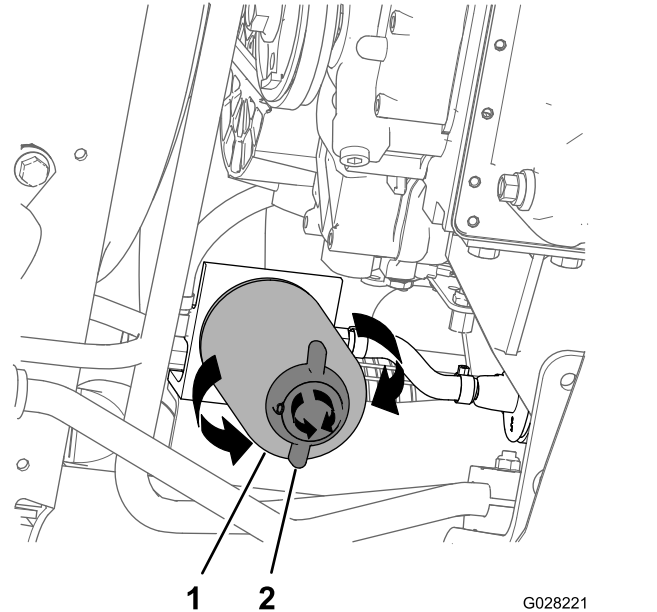

图56
4. 在燃油滤清器下面放置一个放油盘；请参阅 更换水分分离器过滤筒（页码 39） 中的 图56。
- 在水分离器过滤筒下放置一个排水盘（图56）。
- 逆时针旋转水分离器过滤筒底部的排水阀（图56）。
- 清洁水分离器过滤筒和滤清器安装座的安装区域（图56）。
- 拆下水分离器过滤筒（图56）。
- 确保水分离器过滤筒底部的排水阀是按照顺时针方向旋转牢牢拧紧的（图56）。